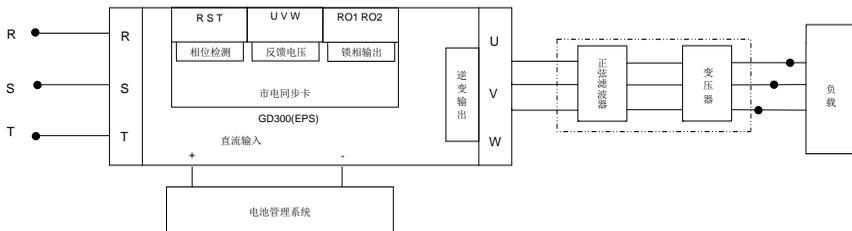

图 4.5 电压开环控制示意图
- (1) 按图 4.5 接好变频器线路图；
- (2) 按照电压控制基本参数表和电压开环控制应用参数表设置功能参数；
- (3) 若是 P20.00=1（SPWM 模式）时：由于 SPWM 电压利用率较 SVPWM 低，仅仅调高母线电压是无法提升输出电压，若想获得 380V 线电压输出，需要将 P20.01/P20.02/P20.03 电压调节系数修改为 115.7，同时需要将母线电压至少提升到 621.7V，这样才能取得同 SVPWM 控制效果；
- (4) 运行变频器，查看输出电压有效值（P23.03）是否达到设置值；当有突然加载时，可以通过适当设置 P20.10 的补偿增益来稳定备用电源输出电压。